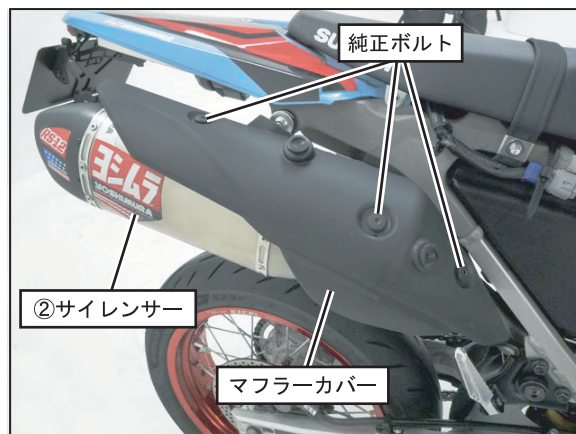

FIG. 10
10. 手順2で外したマフラーカバーを②サイレンサーに純正ボルトを使用して取り付け、規定トルクで締め付けて下さい。(FIG. 10参照)